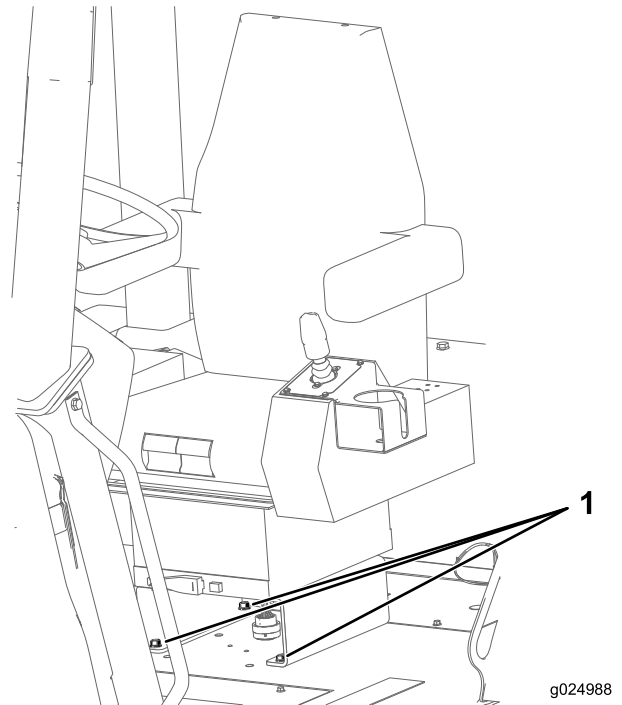

Bild 113
1. Prüfen Sie, ob die Schrauben, mit denen der Sitz am Chassis der Maschine befestigt ist, mit 27-34 Nm angezogen sind, siehe Bild 113.